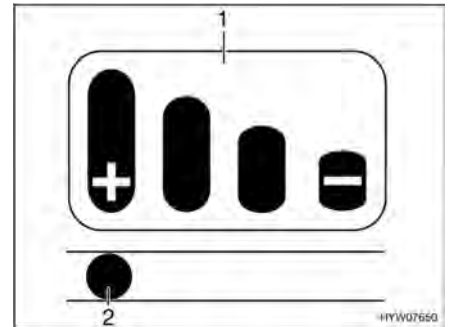

Bild 198 Slitageindikator
På kopplingshandtaget finns det en slitageindikator (Bild 198) med stapeldiagram (Bild 198,1).
- När stiftet (Bild 198,2) i det avlånga hålet står på markeringen "+" är friktionsbeläggen i nytt skick.